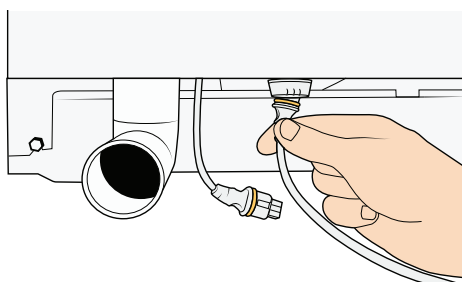

Figure 5
4. Branchez l'alimentation par batterie externe au vérin (voir Figure 5) ou branchez la baignoire à l'alimentation secteur temporaire.